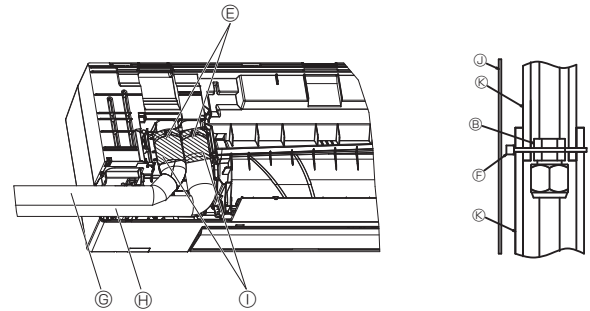

Fig. 3-14
- (7) Couvrir le joint à l'aide d'un cache-tuyaux et les fixer à l'aide d'un ruban Ⓕ. (Fig. 3-14)